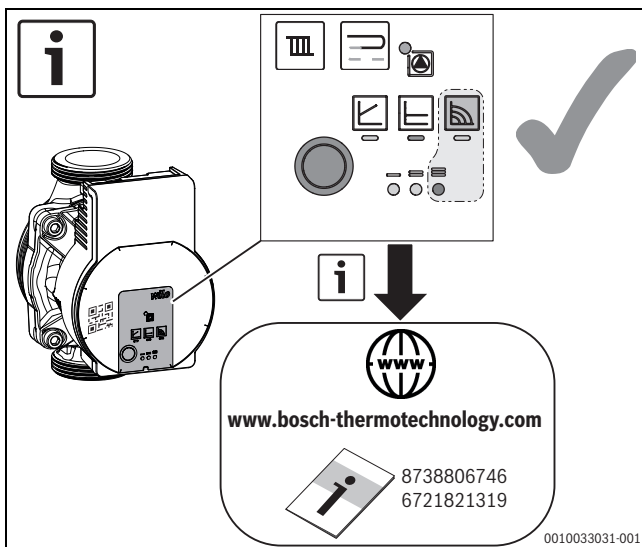

Fig. 11 Impostazione della pompa (esempio)
- ▶ Impostare la pompa sul livello 3 (→Fig. 11).